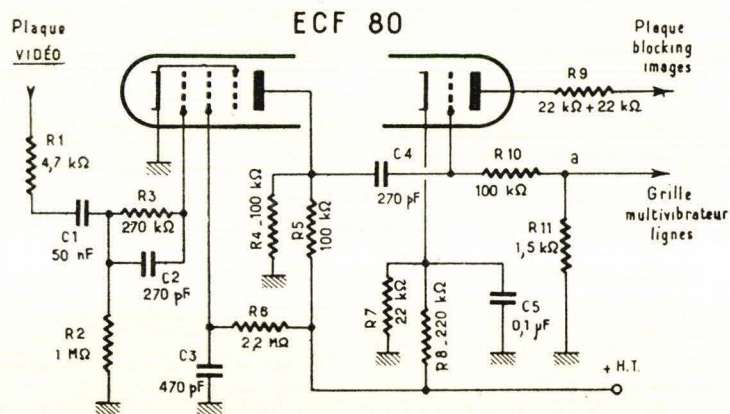

Fig. 3. — La séparatrice ECF80 est classique. La partie triode est surpolarisée par la cathode et les tops lignes sont recueillis sur la grille.
Cette fonction est confiée à la pentode d'une ECF80 (fig. 3), dont le montage ne présente rien de particulier. Les tops images, synchronisant le blocking correspondant, sont prélevés à la sortie de la triode ECF80, surpolarisée par la cathode suivant la technique classique. Les tops lignes, destinés au multivibrateur correspondant, sont recueillis sur la grille de la triode et appliqués au relaxateur lignes par l'intermédiaire du diviseur $R_{10}-R_{11}$, qui, avec la capacité d'entrée de la lampe, en parallèle sur R_{11} , constitue un ensemble de mise en forme pour les tops.
Multivibrateur à couplage cathodique (12AU7) suivi d'une EL36. La grille « de commande » du multivibrateur est réunie directement au point *a* de la figure 3. La lampe finale EL36 est munie d'une résistance de 7,5 k Ω dans son circuit d'écran et attaque un transformateur de sortie lignes (type ANC3 Vidéon) associé à une EY81 et à une EY86. L'amplitude du balayage horizontal est ajustable à l'aide du noyau d'une bobine.
gnes laisse à désirer et qu'il se produit des déchirures horizontales, il est conseillé d'adjoindre au téléviseur le boîtier correcteur de fréquence qui s'adapte par son bouchon à 3 broches dans un support où se trouve normalement un bouchon avec la résistance R_{11} de la figure 3.
1. — La synchronisation du blocking se fait « en série », en ce sens que la plaque de la triode de la figure 3 reçoit sa tension à travers l'enroulement de plaque du transformateur T1;